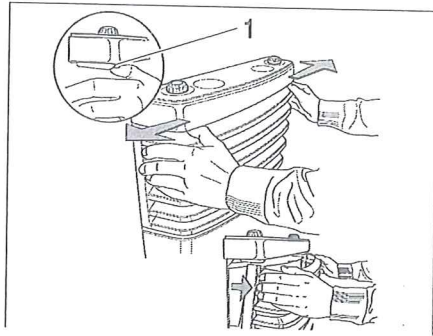

Bild 100 Ta bort höljets framsida från värmeaggregatet
- Ta bort höljets framsida från värmeaggregatet. Tryck förslutningsfjädrarna (Bild 100,1) ut till sidorna, sväng klädseln framåt och lyft ur de undre lagren.